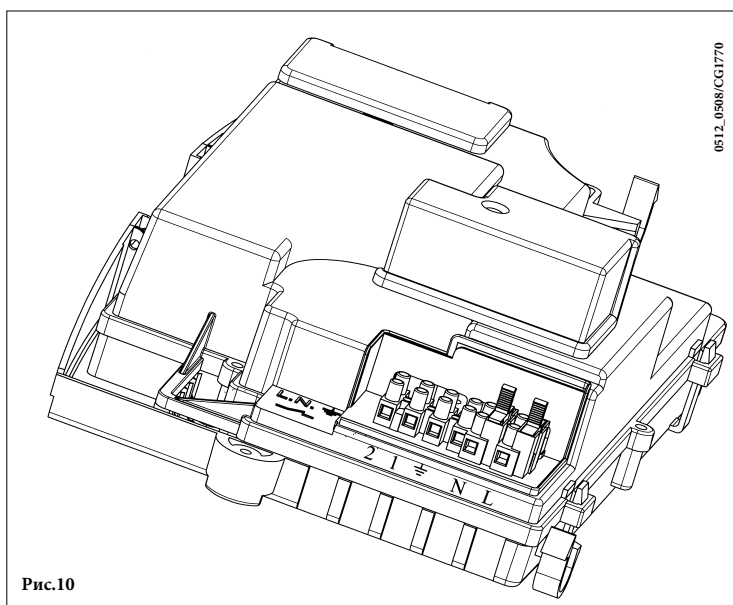

Рис.10
- для доступа к контактам снимите крышку (рис.10).
- откройте доступ к клеммам подключения электропитания (рис.10);
- подключите двухпроводной кабель, идущий от термостата, к клеммам (1) и (2);